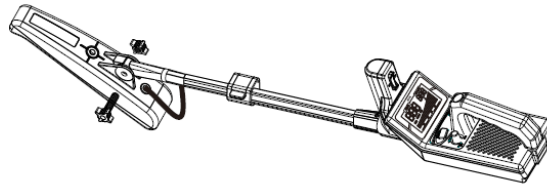

Figure 12
3) Retirez l'écrou au bas où l'antenne est située. Placez l'antenne sur la tige et insérez l'écrou pour le visser. (voir Figure 12). Notez que la rondelle en caoutchouc doit être en place.